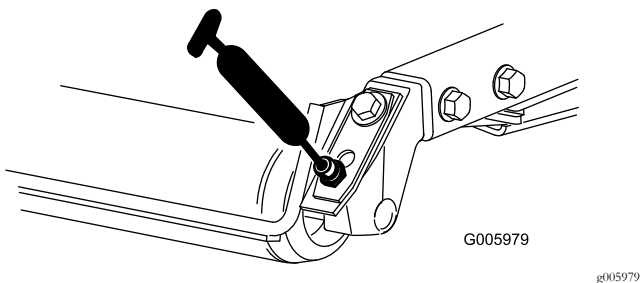

Bild 37
- Heckrollenlager (2 pro Mähwerk), wie in Bild 37 abgebildet